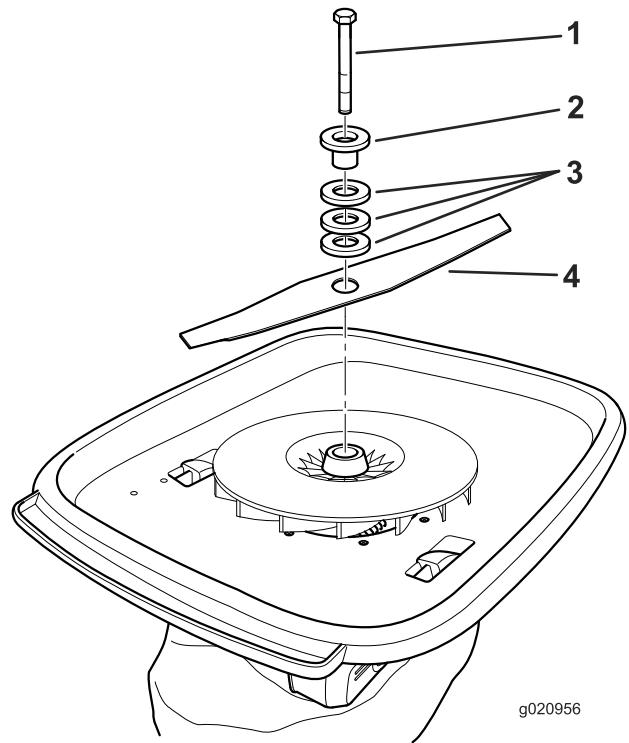

Figure 2
3. Montez la lame avec le boulon fourni et les entretoises que vous avez conservées, comme montré à la Figure 2.